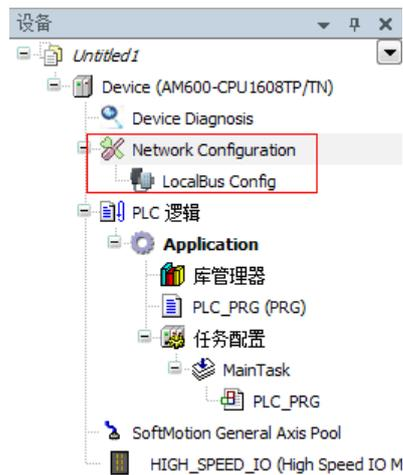

图 3-1 网络组态节点
双击节点后，打开网络组态“Network Configuration”的界面以及“网络设备列表”（图 3-1），网络组态界面显示用户工程当前所使用的 PLC 设备，而“网络设备列表”显示当前 PLC 支持的所有设备。
- 1) 先使能 EtherCAT 主站功能，然后从图 3-1 所示的网络设备列表中的 "EtherCAT 口" 节点下选中一个从站设备节点，按住鼠标左键不松拖拽到网络组态界面中。
- 2) 先使能 EtherCAT 主站功能，然后从图 3-1 所示的网络设备列表中的 "EtherCAT 口" 节点下双击一个从站